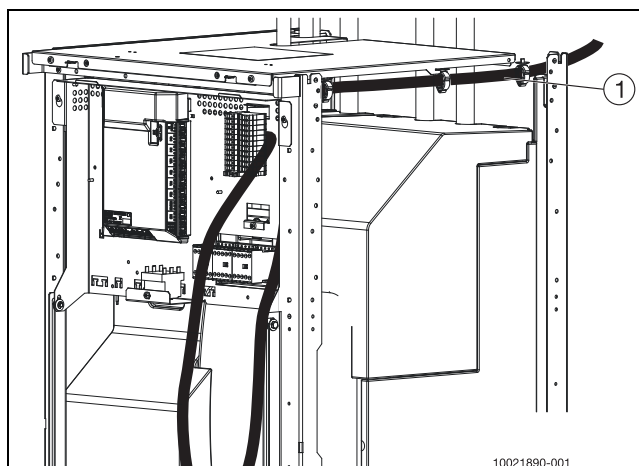

Bild 16
- Kabel entsprechend Schaltplan anschließen (Abb. 16).